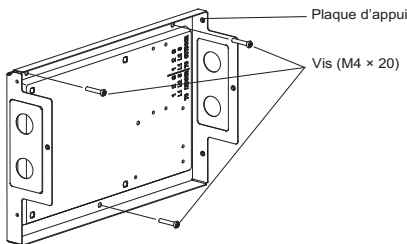

Fig. 3 – Trousse d'interface 24 V
2. Installez la TROUSSE D'INTERFACE 24 V à l'horizontale (consultez la figure 3) en fixant la plaque d'appui au mur à l'aide des trois chevilles et vis (M4 x 20).